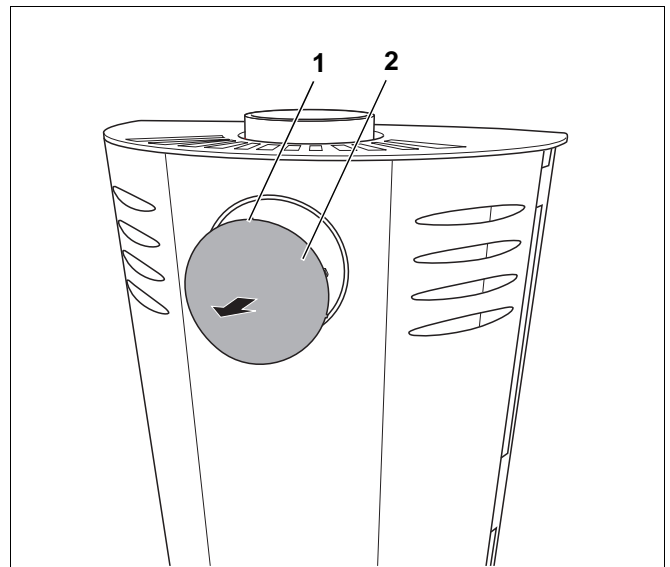

Abb. 8 Abgasanschluss Rückseite – Abdeckblende lösen
- Abdeckblende (Abb. 8, **Pos. 2**) an der Rückseite des Kaminofens an der Perforierung (Abb. 8, **Pos. 1**) herauslösen und Abdeckblende abnehmen.